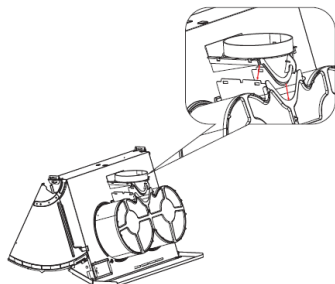

Abb. 1
7. Installieren Sie den Abzug wie folgt: Richten Sie die 3 seitlichen Schlitz des Abzugs an den 3 Kanten des Gebläses aus, führen Sie die 3 Kanten in den Abzugschlitz ein (siehe Abb. 1) und schließen Sie dann wie in Abb. 2 gezeigt ab.